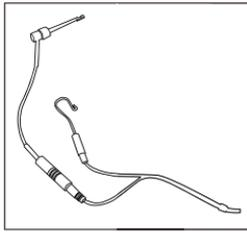

Imagen 1
4.1.2 Inserte el clip de la lima y el gancho de labio respectivamente en las dos tomas del cable de medición. [Imagen 1]